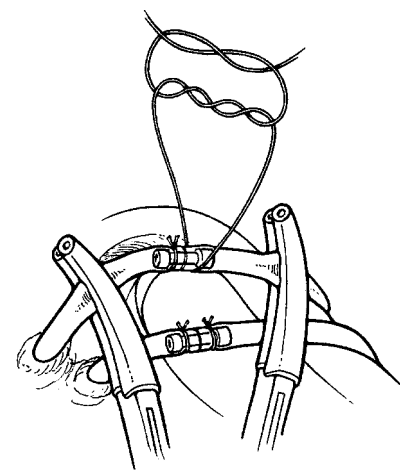

Figura 4-23. Conexão de suturas
5. Utilizar um nó de cirurgião sobre a mão de laçada dupla seguido por um mínimo de duas laçadas simples para fixar os tubos ao conector (**Figura 4-23**).